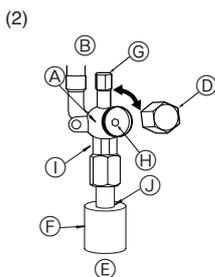

Fig. 4-6
(2) Lado del líquido de P100-P140 (Fig. 4-6)